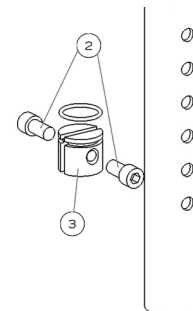

ABB. 19b
- Entfernen Sie die Schrauben (2) (ABB. 19b).
- Schieben Sie in der Armlehnenaufnahme die Dübelmutter (3) mit einem langen Schlitzschraubenzieher auf die gewünschte Höhe (3).
- Ziehen Sie die Schraube (2) fest.